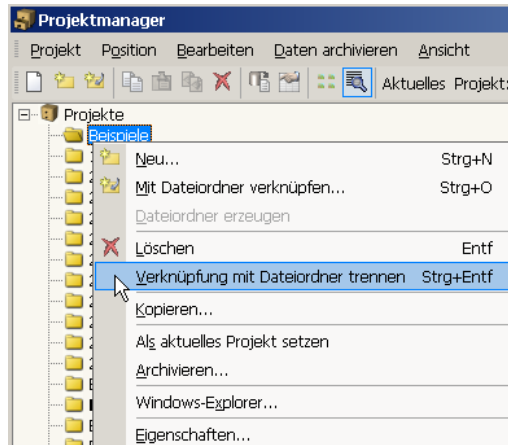

Bild 13.7: Kontextmenü eines Projekts
- Kontextmenü des Projekts im Navigator (vgl. Bild 13.7, Seite 466).